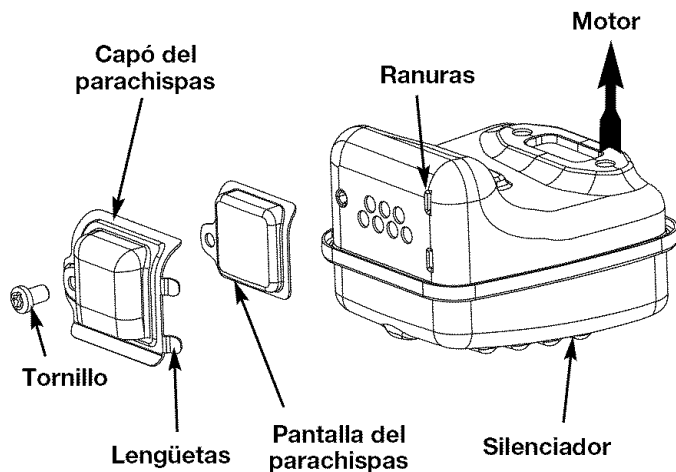

Fig. 17
2. Localice el silenciador, pero no lo quite. Busque los dos (2) tornillos en la parte inferior del silenciador (Fig. 17). Estos dos tornillos unen el conjunto de deflector de escape y la pantalla del parachispas a la parte inferior del silenciador. Quite los dos (2) tornillos usando una llave torx No. 20 o un destornillador plano.
6. Coloque la placa del parachispas encima del parachispas con el lado “levantado” hacia arriba mirando al motor (Fig. 17).
7. Coloque el capó del parachispas encima de la placa del parachispas con el lado “levantado” hacia arriba y la apertura mirando en dirección CONTRARIA al motor (Fig. 17). Asegúrese de que el escape se dirija en dirección CONTRARIA al motor.